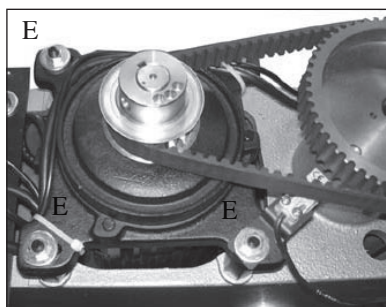

Rys.12
1. Regulacja listwy realizowana jest przez pokręcenie dużym wkrętakiem śruby regulacyjnej Z (Rys.12). Jeżeli listwa P (Rys.12) ustawiona jest zbyt ciasno, należy ją poluzować, pokręcając śrubę Z w lewo.